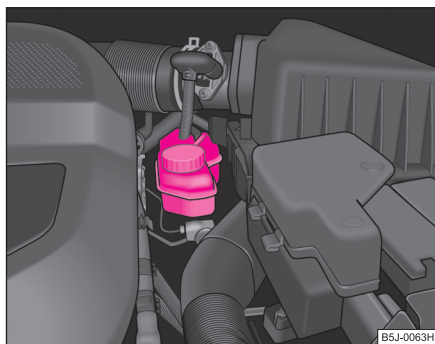

Fig. 147 Compartimentul motor: Rezervorul lichidului de frână
- Verificați nivelul lichidului de frână din rezervor ⇒ fig. 147. Nivelul trebuie să se găsească între marcajele „MIN” și „MAX”.